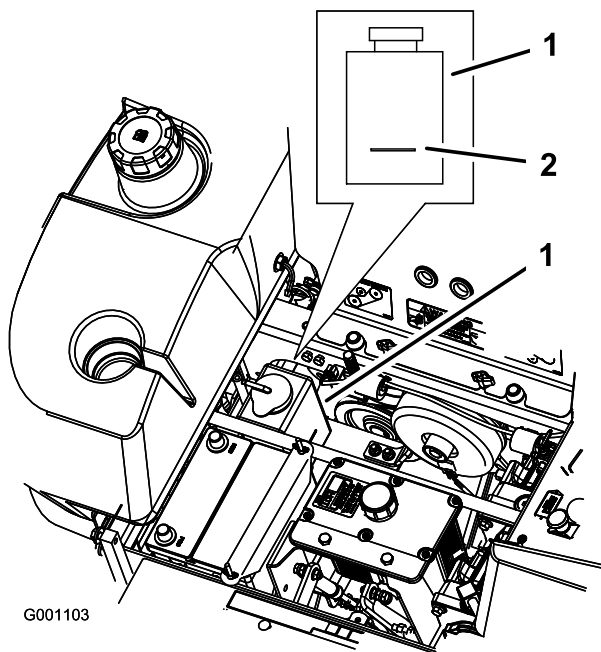

Figura 84
3. Com o motor frio, verifique o nível do vaso de expansão. O fluido tem de estar até à indicação no exterior do vaso de expansão (Figura 84).
4. Se o nível do líquido de arrefecimento for baixo, adicione uma mistura 50/50 de anticongelante de maior duração/Dex-Cool® e água no vaso de expansão (Figura 84).
5. Adicione a mistura de líquido de arrefecimento 50/50 no vaso de expansão e encha até à linha indicadora no depósito (Figura 84).